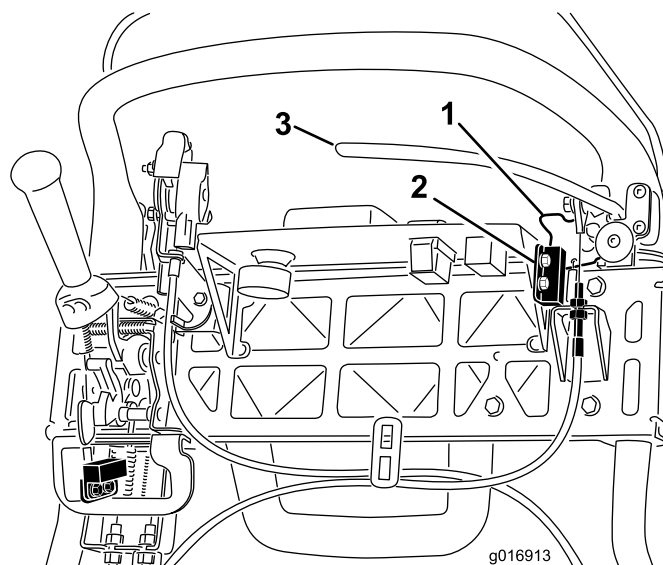

Рисунок 39
4. Выверните крепежные детали блокировочного выключателя (Рисунок 39).
5. Поставьте регулировочную прокладку толщиной 1,6 мм между фиксатором стояночного тормоза и блокировочным выключателем (Рисунок 39).